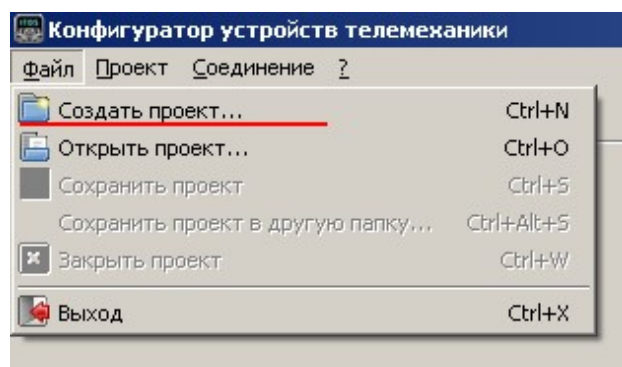

Рисунок 3
- 3) создать новый проект или открыть существующий (рис. 3);